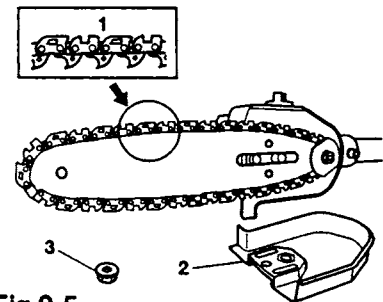

Fig.2-5
4. Confirm the direction of saw chain (1) is correct as in the figure, and align the chain on the sprocket. (Fig. 2-5)
6. Install the side case (2) onto the guide bar clamp bolt. Then fix the clamp nut (3) temporarily. (Fig. 2-5)
4. Vérifiez si la direction de la chaîne (1) est correcte comme indiqué sur la figure et alignez la chaîne sur le pignon. (Fig. 2-5)
6. Installer le carter latéral (2) sur les boulons de serrage du guide-chaîne. Puis fixer provisoirement l'écrou (3) de serrage. (Fig. 2-5)
7. Soulever l'extrémité du guide-chaîne et régler la tension de la chaîne (1) en tournant